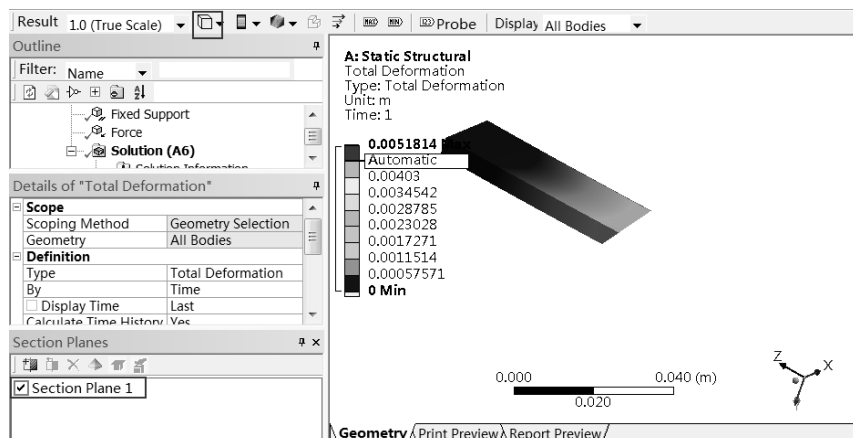

图 4-8 Slice Planes 方式
(4) Slice Planes: 允许用户真实地去切模型, 需要先创建一个界面, 然后显示剩余部分的云图, 如图 4-8 所示。